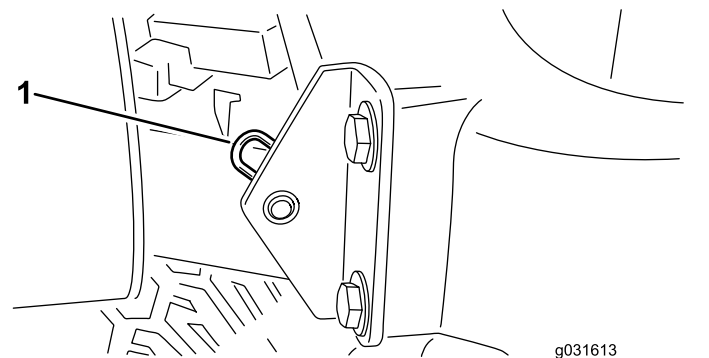

Bild 58
2. Entfernen Sie den Splint, mit dem das Gelenk der Motorhaube an den Befestigungshalterungen befestigt ist (**Bild 58**).